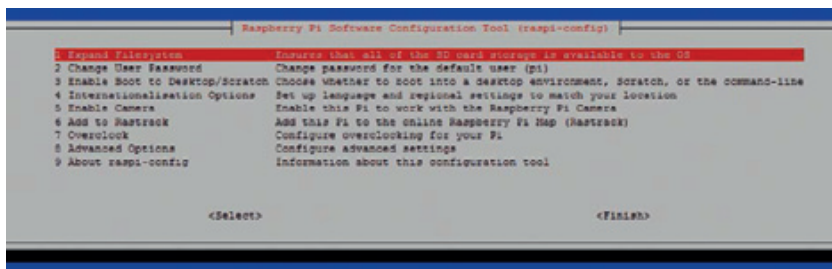

Fig. 7
- cliccare su "Expand file system" per aumentare spazio sull'SD-Card (**Fig. 7**) altrimenti non ci sarà spazio per installare i vari pacchetti e le ROM; completata l'operazione, nella schermata che appare fare clic su OK;